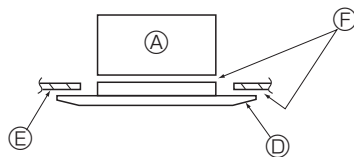

Fig. 10-7
- Kontrollera att det inte finns något mellanrum mellan huvudenheten och panelen eller mellan panelen och taket. (Fig. 10-7)
- ① Huvudenhet
- ② Elkomponentlåda
- ③ Skruv med bricka (Tillbehör)
- ④ Galler
- ⑤ Tak
- ⑥ Kontrollera att det inte finns något mellanrum.
- ⑦ Tillfälliga upphängningskrokar i panelen